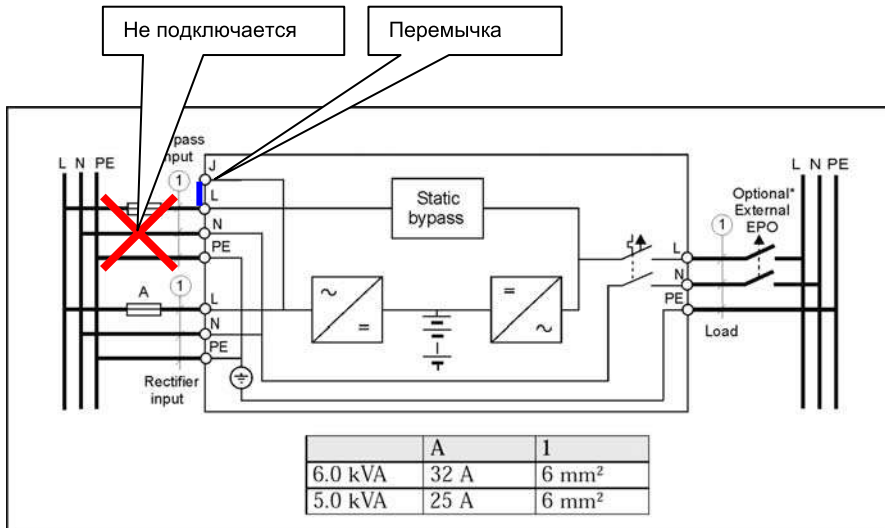
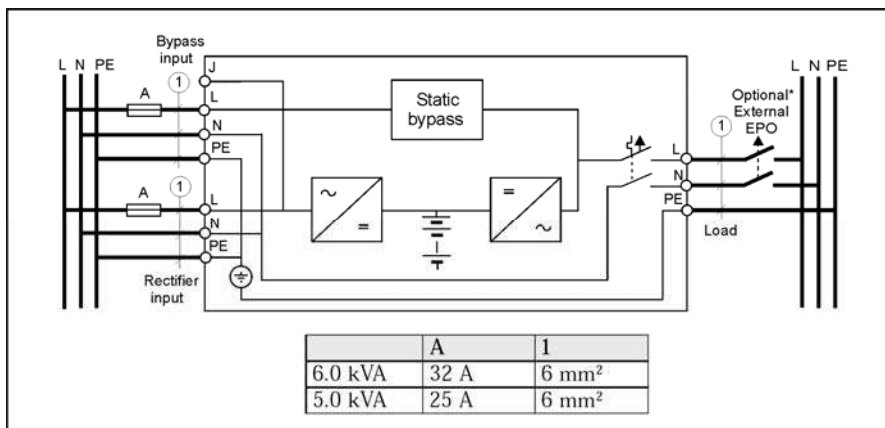

Рис. 2
Рис. 3.
- Рекомендованные схемы подключения приведены на рис.2 и рис.3. Так как выпускаются две модификации ИБП, на рис.2 приведена схема для модели с одним входом (основной вход выпрямителя), а на рис.3 – для модели с двумя входами (основной вход выпрямителя и дополнительный байпасный вход). Дополнительный байпасный вход является опциональным и может быть добавлен в базовую комплектацию (заказывается у вашего регионального представителя Powercom) и служит для подключения второго луча подстанции сети переменного тока или для организации последовательного режима работы двух однотипных ИБП (для повышения надежности). ВНИМАНИЕ! Если используется схема с двумя входами, удалите перемычку «В» (между клеммами «L» и «J»).
- Для обеспечения безопасной эксплуатации возможно применение Устройств Защитного Отключения (УЗО) только на выходе ИБП (как показано на рис.2 и рис.3). Подключение и аппарат УЗО не входят в комплект заводской поставки, и приобретается дополнительно.